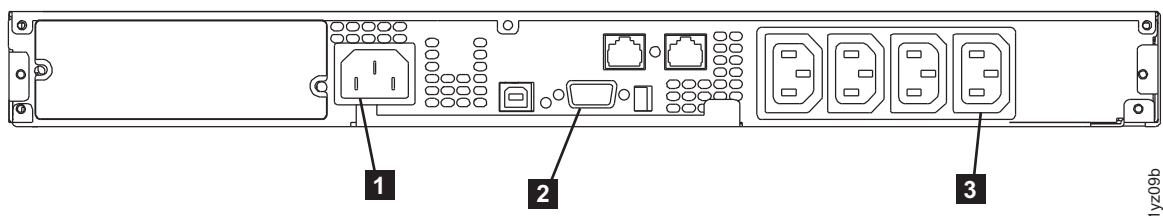

图 219. 2145 UPS-1U (后视图)
2. 在 2145 UPS-1U 的后部，卸下电源线固定器，然后再将 SAN Volume Controller 电源线与负载段插座 2（第 276 页的图 219 中的 **3**）断开连接。
3. 将信号电缆与通信端口（第 276 页的图 219 中的 **2**）断开连接。
4. 将主电源线与主电源（第 276 页的图 219 中的 **1**）断开连接。